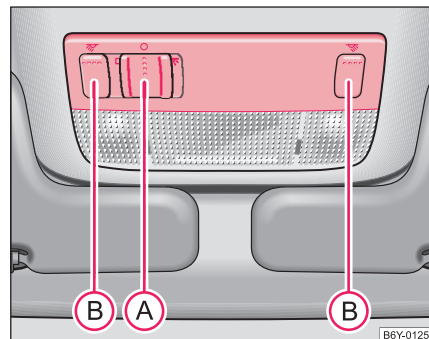

Fig. 34 Detalle del revestimiento interior del techo: luces del habitáculo delanteras
- Presione el conmutador **(A)** ⇒ fig. 34 hacia la derecha a la posición .